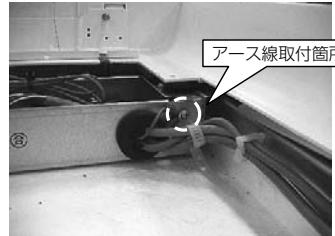

図21
- (2) (図21)のアース線取付箇所のアースネジを一度取外し、パネルからのアース線と共に再度取付けてください。